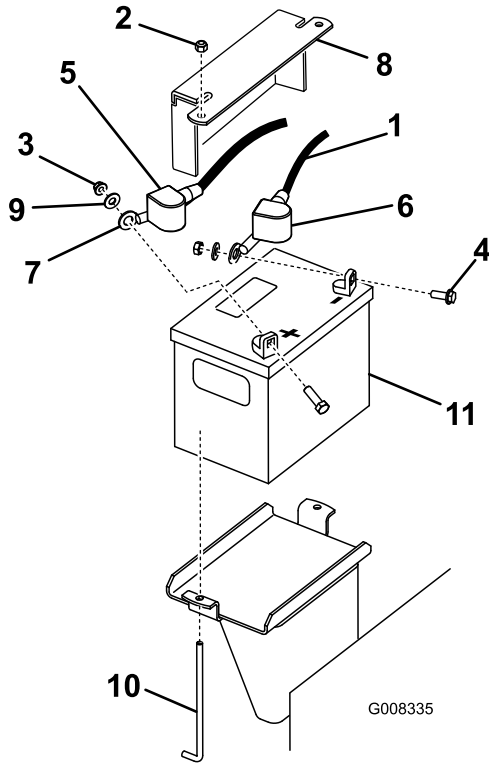

Figura 40
3. Levante la cubierta de goma negra del cable negativo. Desconecte el cable negativo del borne negativo (-) de la batería (Figura 40).
4. Retire la cubierta de goma roja del borne positivo (rojo) de la batería. Luego retire el cable positivo (rojo) de la batería (Figura 40).
5. Retire la pletina de sujeción, los pernos en J y las contratueras que sujetan la batería (Figura 40), y retire ésta.